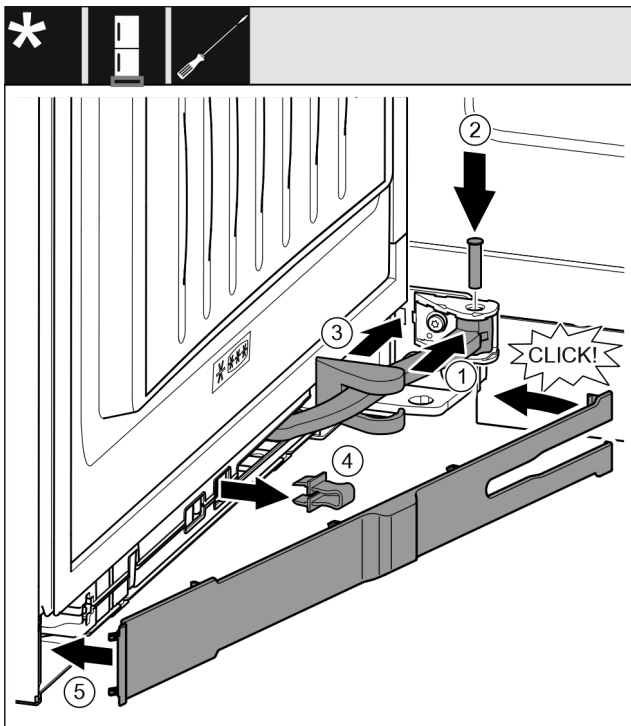

Fig. 47
- ▶ Girar la articulación en la suspensión. *Fig. 47 (1)*
- ▶ Introducir los pernos con un destornillador T15 en la suspensión y la articulación. Asegurarse de que el saliente de retención descansa correctamente en la ranura. *Fig. 47 (2)*
- ▶ Desplazar la cubierta del soporte de apoyo a lo largo de la articulación y montarla sobre la suspensión. *Fig. 47 (3)*
- ▶ Retirar el seguro. *Fig. 47 (4)*
- ▶ Colocar el panel del lado del tirador y girarlo hacia dentro. *Fig. 47 (5)*